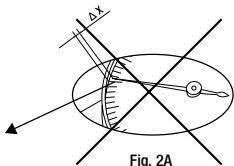
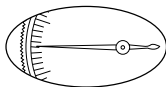

Fig. 2A
Fig. 2B
**Errore di parallasse:** Misurare con attenzione per evitare l'errore di parallasse ( $\Delta x$ ). Questo errore si verifica quando il punto di osservazione non è perpendicolare al display (fig. 2A). Effettuare la rilevazione perpendicolarmente al quadrante (3) (fig. 2B).